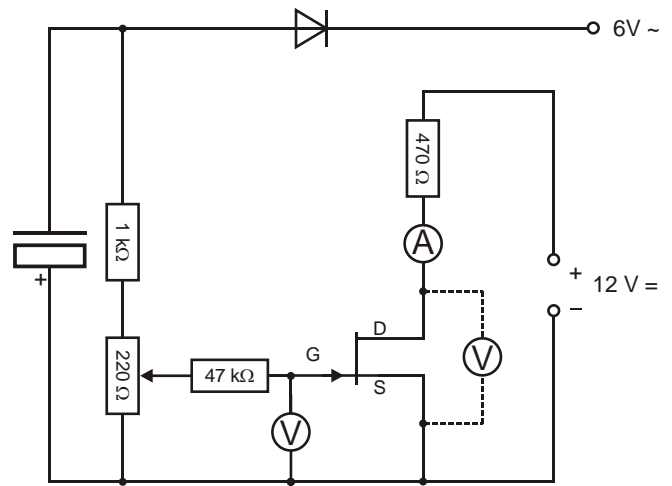
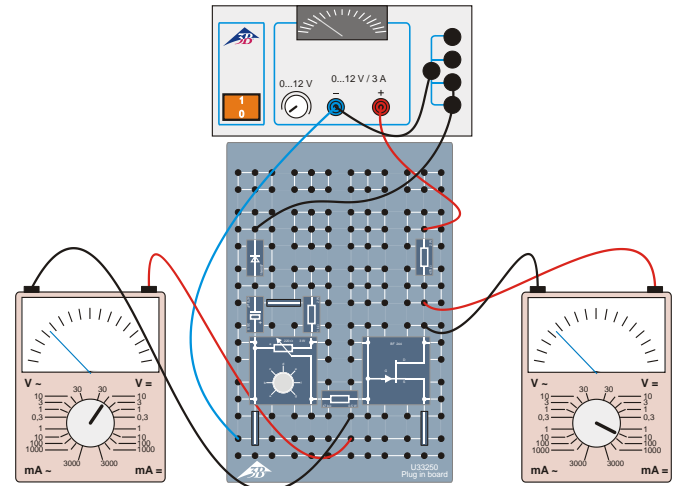

Fig. 2: Esquema del cableado.
Fig. 3: Voltímetro entre Gate y Source.
- Se monta el circuito de acuerdo con la Fig. 2 resp. con la Fig. 3. Se tiene en cuenta la polaridad correcta del diodo de Si y del condensador.
- El multímetro analógico para la medición de la tensión primero se conecta entre Gate y Source, el polo negativo en Gate (Fig. 3).